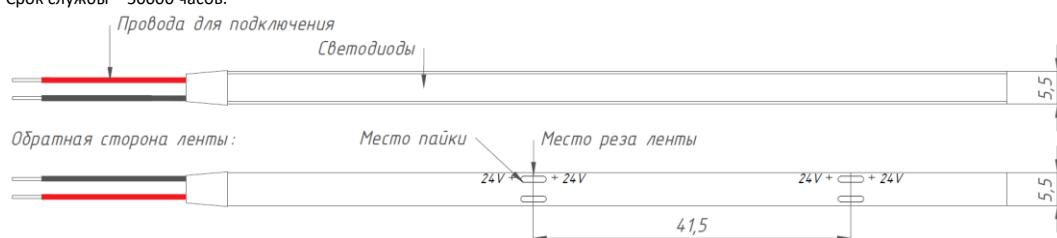

Рисунок 1. Внешний вид светодиодной ленты СОВ 5мм.
- 5.3. Определите необходимую длину ленты. Ленту рекомендуется разрезать1 ножницами между контактными площадками для пайки. Места для резки промаркованы (см. Рисунок 1, 2). Не допускается резка ленты в других местах.
!ВНИМАНИЕ! У ленты шириной 5мм коннекторы находятся с обратной стороны (см. рисунок 1).